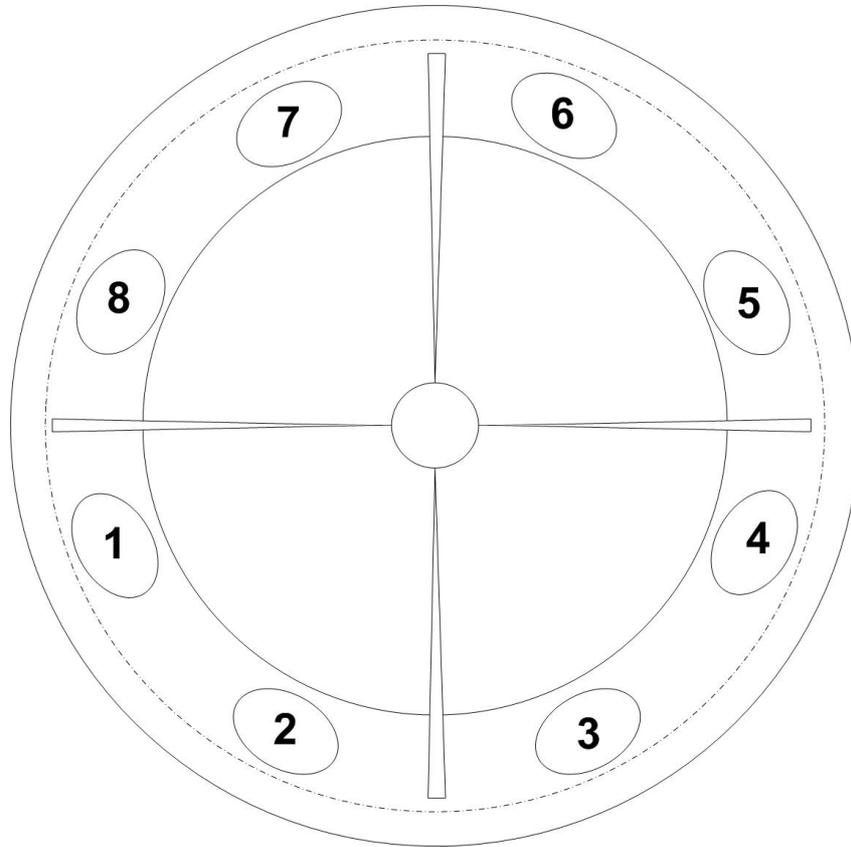

Fig. 1
- Inserire in ogni foro raggiungibile nella anello ( posizione 1,2,3,4 vedi fig.1) i dischi più pesanti ( uno per ogni foro).